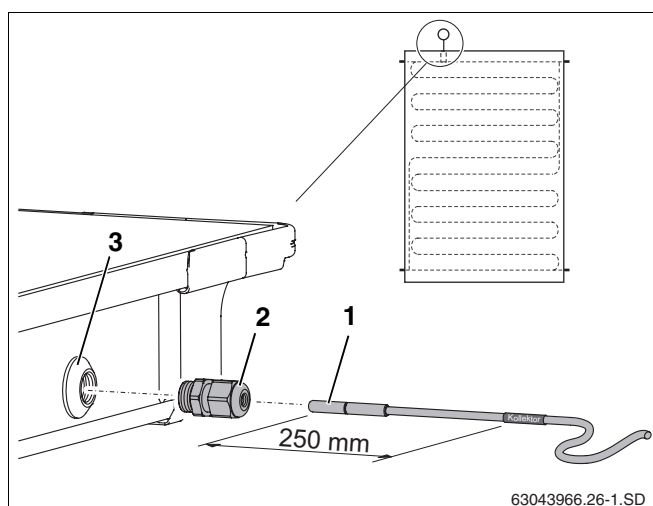

Fig. 51 Inserimento della sonda del collettore nel collettore
Per una perfetta efficienza dell'impianto solare è necessario infilare completamente la sonda del collettore (fig. 51, **pos. 1**) nel tubo della sonda fino all'arresto (ovvero per ca. 250 mm).
- Perforare lo stato isolante del passante della sonda del collettore (fig. 51, **pos. 3**) con la sonda stessa o con un cacciavite.
- Avvitare il giunto a bocchettone (fig. 51, **pos. 2**) nel passante della sonda.
- Serrare a fondo il giunto a bocchettone (fig. 51, **pos. 2**); se necessario, utilizzare un controdado.
Se per errore è stato perforato il passante della sonda (fig. 51, **pos. 3**) di un collettore sbagliato, tale passante dovrà essere chiuso con il tappo del kit di allacciamento. Prima è necessario rimuovere il dado situato dentro il passante della sonda con l'ausilio del giunto a bocchettone (fig. 51, **pos. 2**).